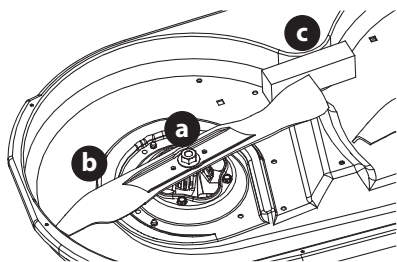

Figure 51
2. Placer un cale de bois (c) entre le carter du plateau de coupe et le tranchant de la lame (b) pour aider à débloquent l'écrou hexagonal (a) qui fixe la lame (b). Utilisez une clé de 15/16 po pour desserrer l'écrou hexagonal (a) (Figure 51).